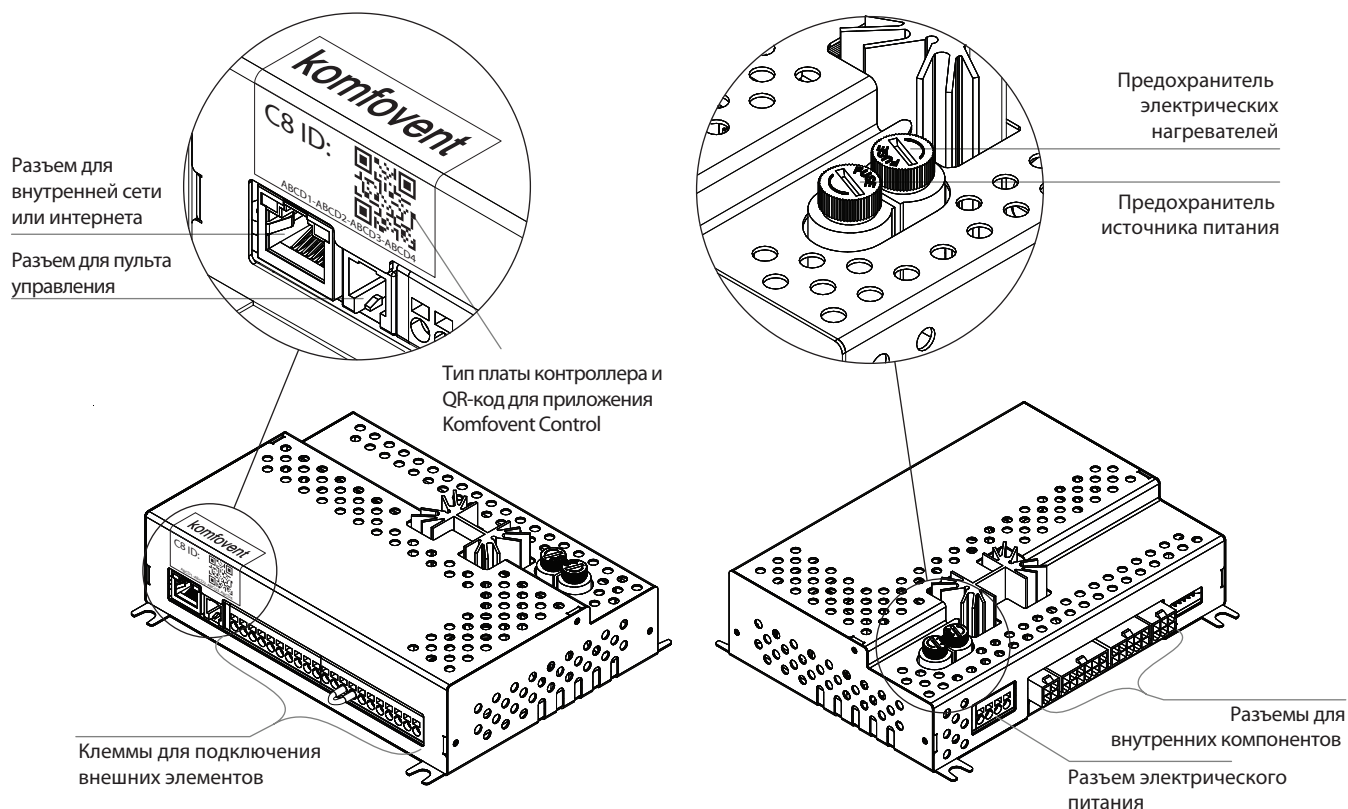

Рис. 10. Главная плата контроллера C8
- Изображенная здесь нумерация клемм подходит только для платы контроллера C8. Прежде чем подключать внешние элементы, проверьте тип платы, указанный на наклейке на передней части контроллера (см. рис. 10).
Рекомендуется прокладывать провод пульта таким образом, чтобы рядом с ним не было электрических питающих проводов или более мощного электрического оборудования (вводного электрического шкафа, электрического водонагревательного котла, блока кондиционера воздуха и т. д.). Провод можно продеть через полости на спинке или в нижней части пульта (руководствуйтесь инструкцией по монтажу, прилагаемой к пульту). Провод пульта к плате контроллера C8 подсоединяется при помощи предназначенного для этого гнезда (разъем RJ9; см. рис. 10) или к клеммам для подключения внешних элементов.
Установкой можно управлять не только при помощи пульта управления, но и при помощи компьютера или смартфона. В таких случаях вентиляционную установку следует подключить к внутренней компьютерной сети или к интернету. При помощи компьютера установкой можно управлять через веб-браузер, а при помощи смартфона – через приложение Komfovent Home или Komfovent Control. К компьютерной сети вентиляционная установка подключается при помощи кабеля типа CAT5 (разъем RJ45; см. рис. 10). Общая длина кабеля между установкой и сетевым маршрутизатором не должна превышать 100 м.
- Самый простой способ управления установкой по интернету – при помощи смартфона с использованием приложения Komfovent Control. Запустите приложение в телефоне (в нем должен быть доступ к интернету). При первом соединении приложение запросит сканирование QR-кода в передней части платы контроллера (см. рис. 10). После сканирования кода будет автоматически настроена связь с установкой (более подробную информацию о приложении Komfovent Control можно найти в «Руководстве пользователя Domekt»).